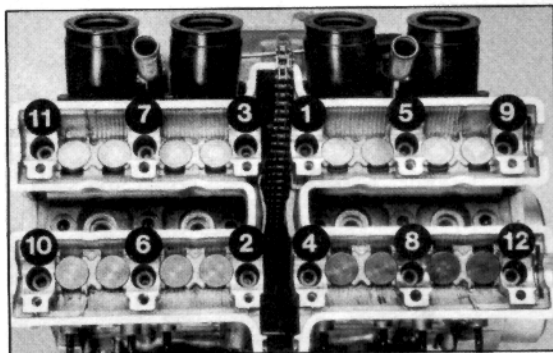

Bild 124
- Nockenwellen-Markierungen müssen mit Lagerbock-Markierungen fluchten, siehe Pfeil «1» in Bild 26, Nr. 2, Seite 15. Dazu Kurbelwelle drehen. Kunststoff-Stopfen an Lagerböcken aushebeln und Zylinderkopf-Muttern (Innensechskant SW 6) entgegen der Anzugsreihenfolge (Bild 124) ausdrehen. Siehe Nr. 1 / Bild 26. Muttern jeweils um halbe Umdrehung lockern, dann erst ganz ausdrehen.